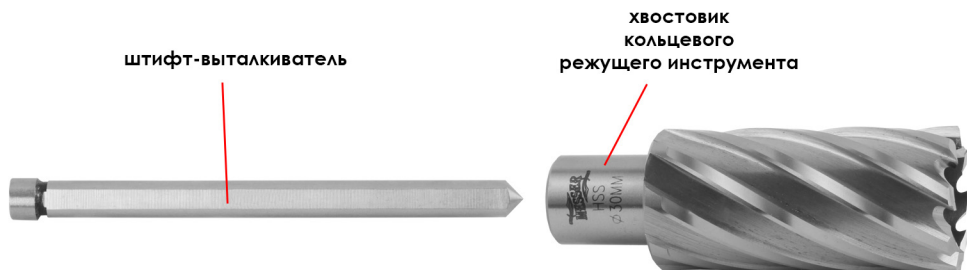

Рис.7
1. Вставьте штифт-выталкиватель в отверстие хвостовика сверлильной коронки (Рис. 7).